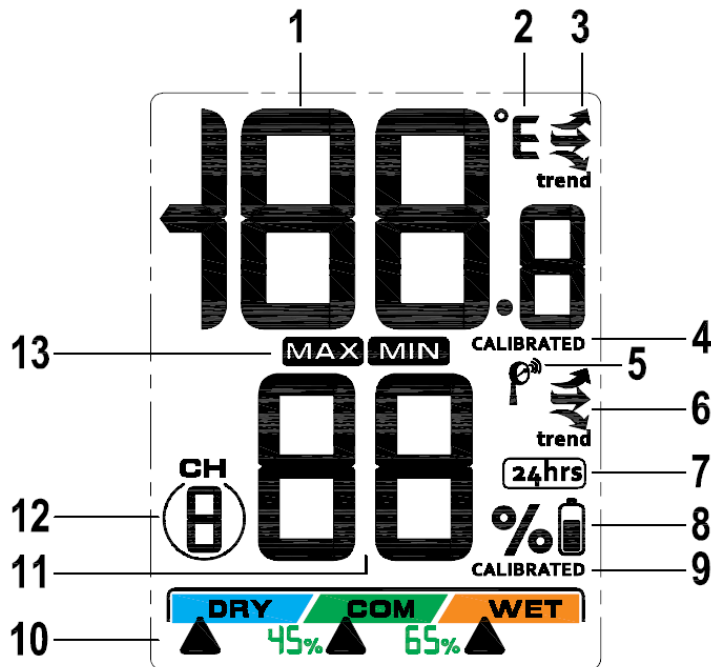

Abbildung 2
- Stellen Sie sicher, dass die korrekte Kanalnummer (CH) und die Maßeinheiten für die Temperatur ($^{\circ}\text{F}$ / $^{\circ}\text{C}$) auf dem Display angezeigt werden (siehe Abbildung 2).